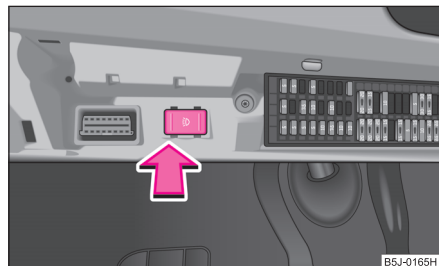

Fig. 32 Boîte à fusibles: Contacteur pour éclairage diurne
- Enclenchez le commutateur pour l'éclairage diurne ⇒ fig. 32.
- Coupez le commutateur pour l'éclairage diurne ⇒ fig. 32.